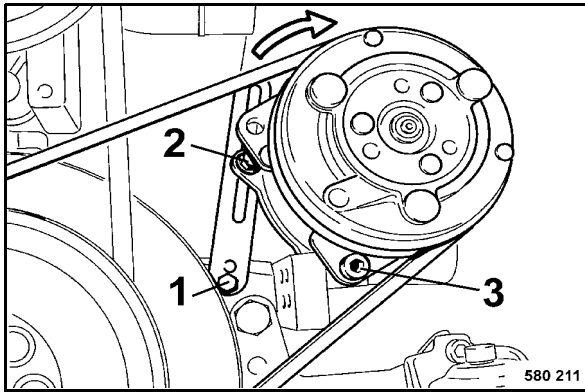

fig. 135
- Desserrer légèrement les vis de fixation 1, 2 et 3 (fig. 135).